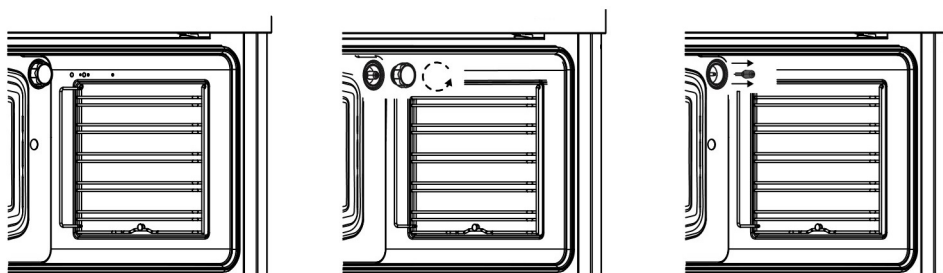

Fig. 15
- Schrauben Sie die Schutzabdeckung der Lampe ab (siehe Abb. 15).